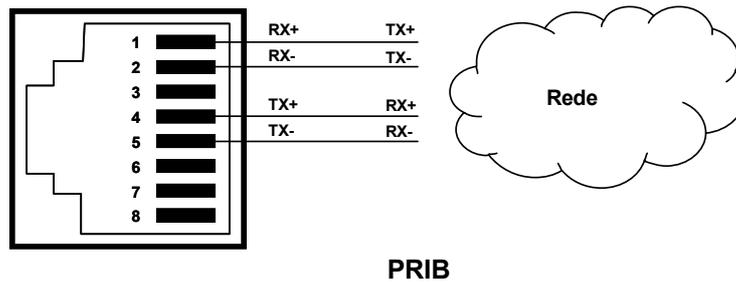

Figura 5.3.4.3-1 Diagrama de Instalação Elétrica do Conector de T1-PRIB
- Insira e gire o cabo terminado RJ45 para a T1-PRIB através do núcleo, conforme exibido na Figura 5.3.4-1.